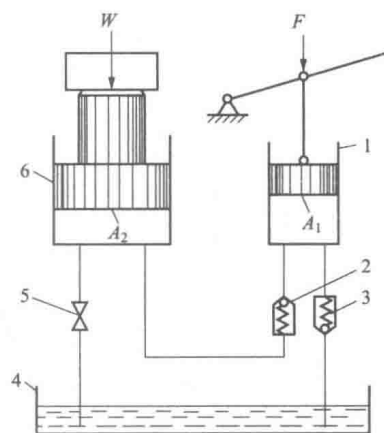
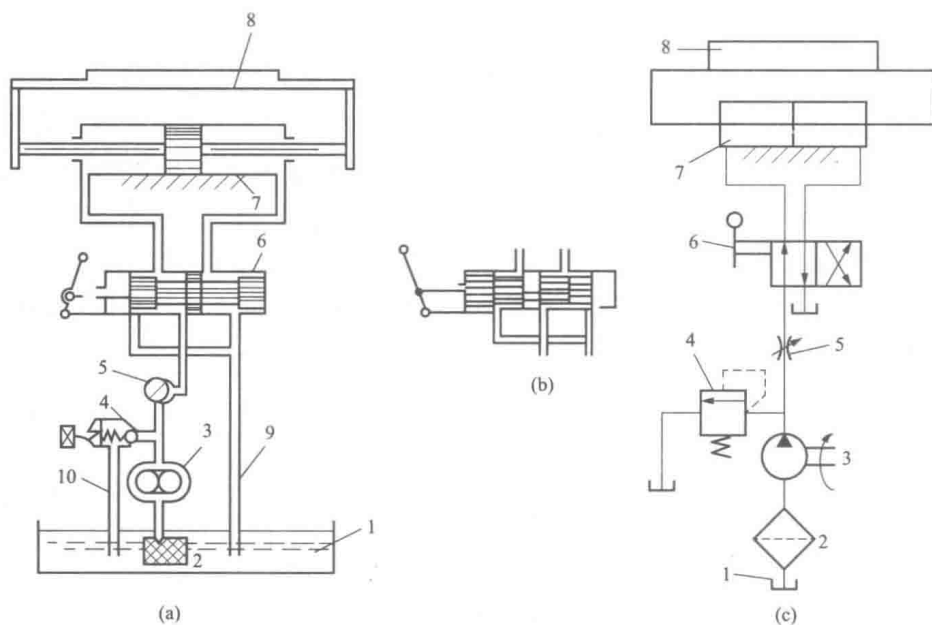

图 1-1 液压千斤顶工作原理图
图 1-2 典型液压传动系统原理图
液压千斤顶是机械行业常用的工具，常用液压千斤顶顶起较重的物体。下面以液压千斤顶为例简述液压传动的工作原理。图 1-1 所示为液压千斤顶的工作原理图。有两个液压缸 1 和 6，内部分别装有活塞，活塞和缸体之间保持良好的配合关系，不仅活塞能在缸内滑动，而且配合面之间又能实现可靠的密封。当向上抬起杠杆时，液压缸 1 活塞向上运动，液压缸 1 下腔容积增大形成局部真空，排油单向阀 2 关闭，油箱 4 的油液在大气压作用下经吸油管顶开吸油单向阀 3 进入液压缸 1 下腔，完成一次吸油动作。当向下压杠杆时，液压缸 1 活塞下移，液压缸 1 下腔容积减小，油液受挤压促使压力升高，关闭吸油单向阀 3，液压缸 1 下腔的压力油顶开排油单向阀 2，油液经排油管进入液压缸 6 的下腔，推动液压缸 6 活塞上移顶起重物。如此不断上下扳动杠杆就可以使重物不断升起，达到起重的目的。如杠杆停止动作，液压缸 6 下腔油液压力将使吸油单向阀 2 关闭，液压缸 6 活塞连同重物一起被自锁不动，停止在举升位置。如打开截止阀 5，液压缸 6 下腔通油箱，液压缸 6 活塞将在自重作用下向下移，迅速恢复到原始位置。设液压缸 1 和 6 的面积分别为 A_1 和 A_2 ，则液压缸 1 单位面积上受到的压力 $p_1 = F/A_1$ ，液压缸 6 单位面积上受到的压力 $p_2 = W/A_2$ 。根据流体力学的帕斯卡定律“平衡液体内某一点的压力值能等值地传递到密闭液体内各点”，则有
以图 1-2 所示组合机床工作台液压传动系统为例说明其组成。
液压泵 3 由电动机驱动旋转，从油箱 1 中吸油，经过滤器 2 后被液压泵吸入并输出给系统。当换向阀 6 阀芯处于图 1-2 (a) 所示位置时，压力油经流量控制阀 5、换向阀 6 和管道进入液压缸 7 的左腔，推动活塞向右运动。液压缸右腔的油液经管道、换向阀 6、管道 9 流回油箱。改变换向阀 6 阀芯工作位置，使之处于左端位置 [见图 1-2 (b)] 时，液压缸活塞反向运动。
系统提供压力油液,如图1-1中的液压缸1。
② 执行元件。执行元件是指将流体的压力能转换成机械能输出的装置。它可以是做直线运动的液压缸,也可以是做回转运动的液压马达、摆动缸,如图1-1中的液压缸6和图1-2中的液压缸7。
③ 控制元件。控制元件是指对系统中流体的压力、流量及流动方向进行控制和调节的装置,以及进行信号转换、逻辑运算和放大等功能的信号控制元件,如图1-2中的溢流阀、流量控制阀和换向阀。
④ 辅助元件。辅助元件是指保证系统正常工作所需的上述三种以外的装置,如图1-2中的过滤器、油箱和管件。
⑤ 工作介质。工作介质用于能量和信号的传递。液压系统以液压油液作为工作介质。
图1-2(a)和图1-2(b)中的各个元件是以半结构式图形画出来的,直观性强,易理解,但难于绘制,元件多时更是如此。在工程实际中,除某些特殊情况外,一般都用简单的图形符号绘制,如图1-2(c)所示。图形符号只表示元件的功能,不表示具体结构和参数。我国制定的液压与气动图形符号见GB/T 786.1—2009《流体传动系统及元件图形符号和回路图第1部分:用于常规用途和数据处理的图形符号》。以后每介绍一类元件,都会介绍其图形符号,要求熟记。